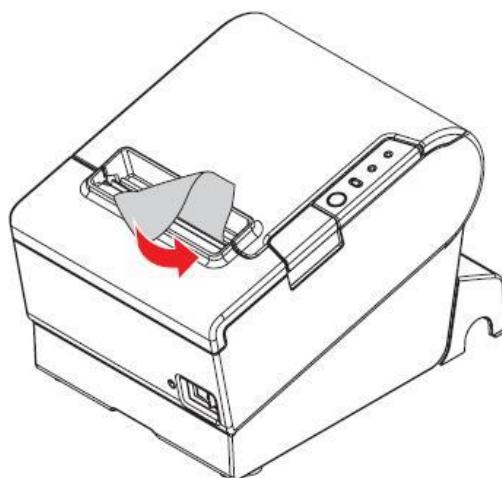

Рисунок 11 - Видалення паперу
- надлишок паперу видаліть вручну (рисунок 11).